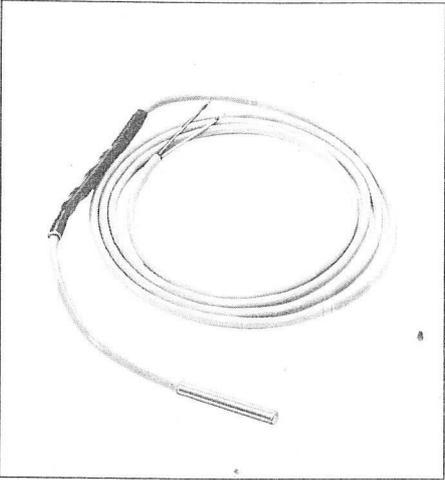

Bild 9 Kesselfühler KFE
3.3 Kesseleinbaufühler KFE (Bild 9)